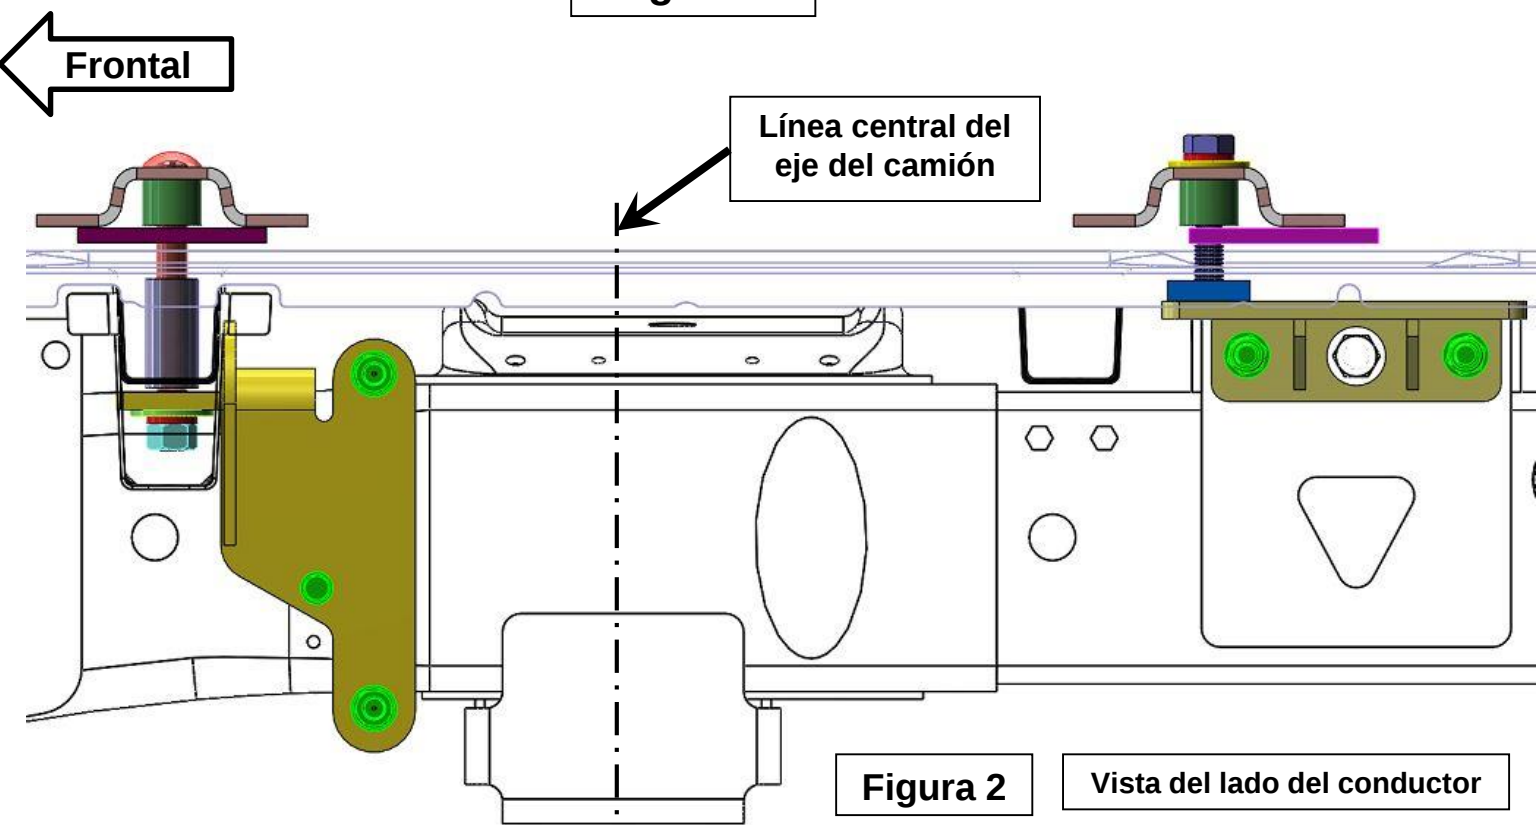

Figura 2
14. En la mayoría de las aplicaciones, el ensamblaje de la quinta rueda debe colocarse de manera que quede aproximadamente centrado sobre el eje del camión y entre los compartimientos de las ruedas en el suelo de la plataforma. Vea la Figura 2.
19. Inserte el espaciador de tubo largo (ítem # 16) en los orificios delanteros. Luego deslice la placa espaciadora (ítem # 15) debajo de la ondulación de la plataforma pero encima del canal de soporte de la plataforma. La Figura 2 muestra el montaje adecuado de los componentes. Vea la Figura 9. La plataforma del camión no se muestra por razones de claridad.